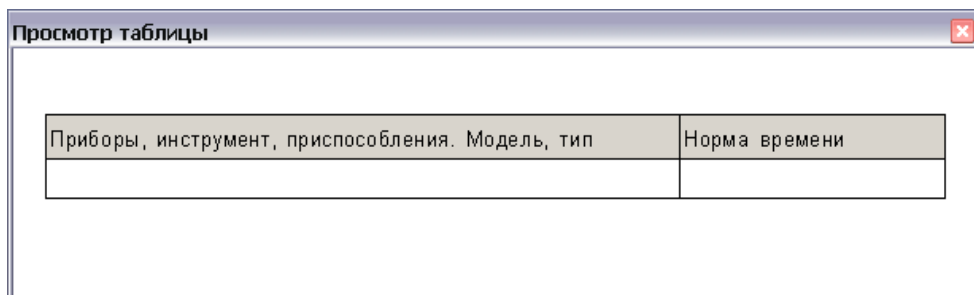

Рисунок 506
- 6) Нажмите на кнопку **Просмотреть**. Ниже окна **Свойства таблицы** появится окно **Просмотр таблицы** (рисунок 506). В нем будет показано, как будет выглядеть создаваемая таблица в модуле данных.